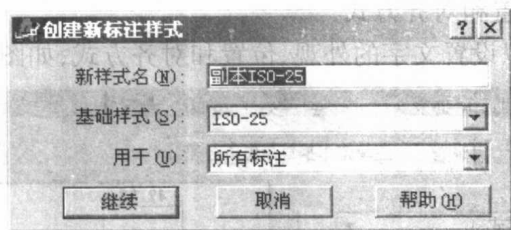

图 1-11 创建新标注样式
② 在“标注样式管理器”中单击“新建”按钮,打开如图 1-11 所示的“创建新标注样式”对话框,在其中输入新样式名,再选择要用作新样式的“基础样式”。如果当前没有创建样式,将以“STANDARD”或“ISO-25”为基准样式开始。